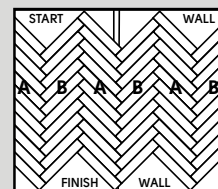

Fig. 8
9. Continúe instalando los tabloncillos "B". Repita el proceso en el otro lado de la fila de los tabloncillos "B" originales con los tabloncillos "A". Complete la instalación, utilizando el mismo método mientras mantiene los espaciadores en su lugar y con un patrón cuadrado (Fig. 8).